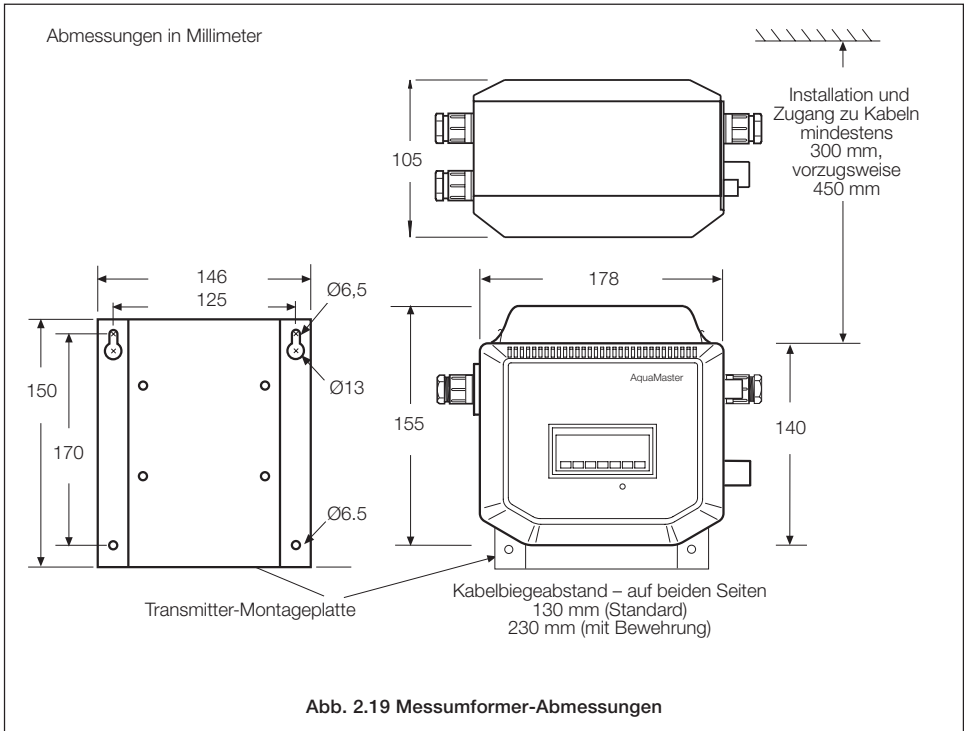

Abb. 2.19 Messumformer-Abmessungen
- die Antenne 50 mm unterhalb der Kammerabdeckung montiert wird, die aus Kunststoff bestehen muss – siehe Abb. 2.19.
- Vergewissern Sie sich, dass die Antenne nicht in Wasser eintaucht – siehe Abb. 2.19.